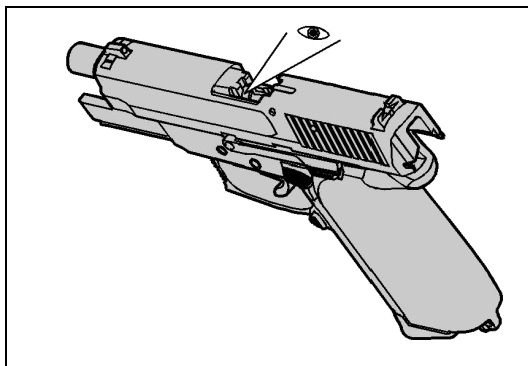

Fig. 4
5. Verifique (de forma visual y manual con la ayuda de un elemento auxiliar) que el cartucho haya sido expulsado y que no se encuentre ningún cartucho en la recámara (véase Fig. 4).